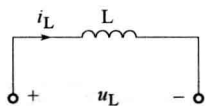

图 1-1-12 电感元件
定义:线性电感是一个理想电路元件,如图 1-1-12 所示,当磁链  $\Psi$  和电流  $i_L$  的参考方向满足右手螺旋关系时,其元件特性为  $\Psi = Li$ 。其中, $L$  为电感元件的参数,称为电感,单位为“H(亨利)”。
② 当两端电压  $u_L$  和电流  $i_L$  的参考方向符合图 1-1-12 中的关联参考方向时